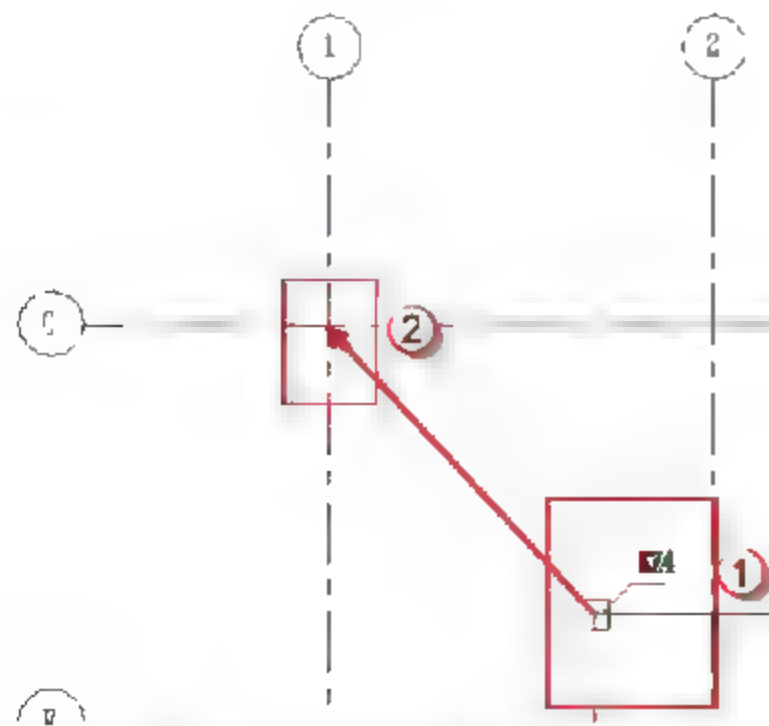
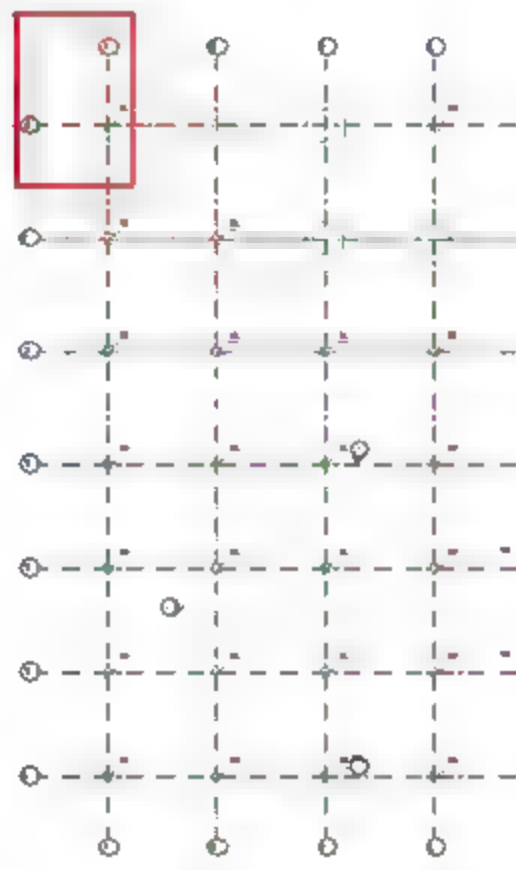

图 3.1.5 一层柱定位
图 3.1.6 对齐轴网
(4) 柱定位。选择导入的 CAD 底图, 按快捷键 M+V, 将 KZ4 中点交线沿着箭头方向移动到 1 轴与 G 轴交点处, 如图 3.1.5 所示。完成后, 可以观察 CAD 的底图与现有的轴网对齐了, 如图 3.1.6 所示。